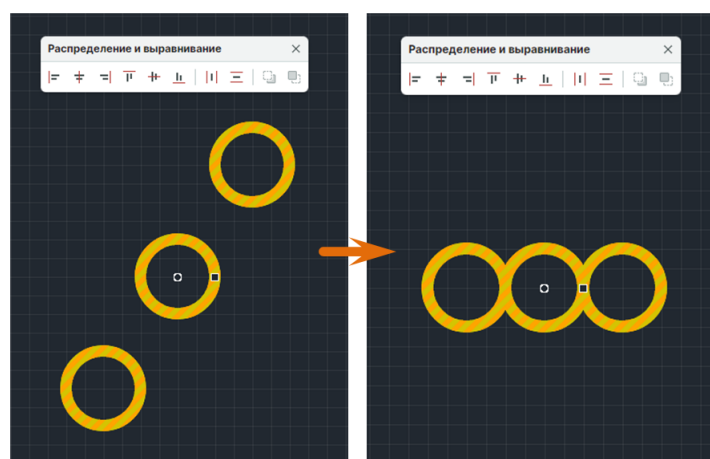

Рис. 398 Выравнивание по середине
2. На панели «Распределение и выравнивание» выберите инструмент «Выровнять по середине», который обозначен символом , см. Рис. 398.